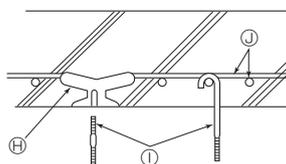

Fig. 2-5
### ② Structures en béton armé (Fig. 2-5)